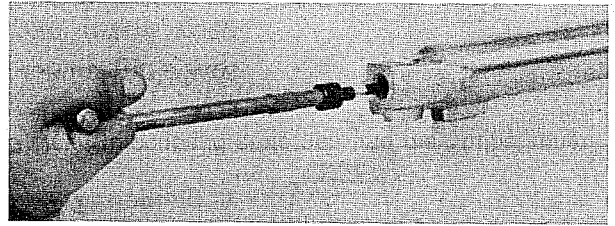

Bild 105
- Die Schraube von der Unterseite des äusseren Gabelbeinrohres ausdrehen und die inneren und äusseren Gabelbeinrohre auseinanderziehen. Dazu ist der Gabelbeinfeder-Führungsschlüssel (Bild 105) zu verwenden.